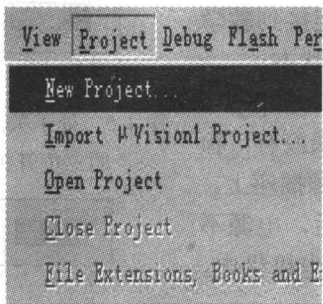
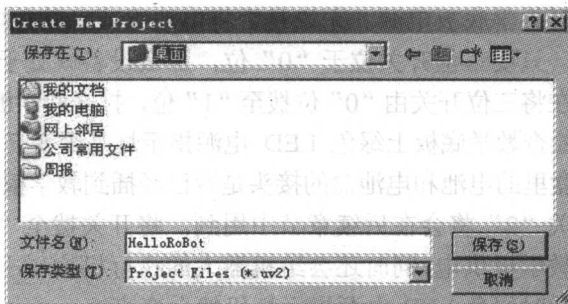

图 1-8 Project 菜单
图 1-9 Create New Project 对话框
(1) 单击 Project, 会出现如图 1-8 所示的菜单画面, 然后选择 “New Project”, 将出现如图 1-9 所示的对话框。